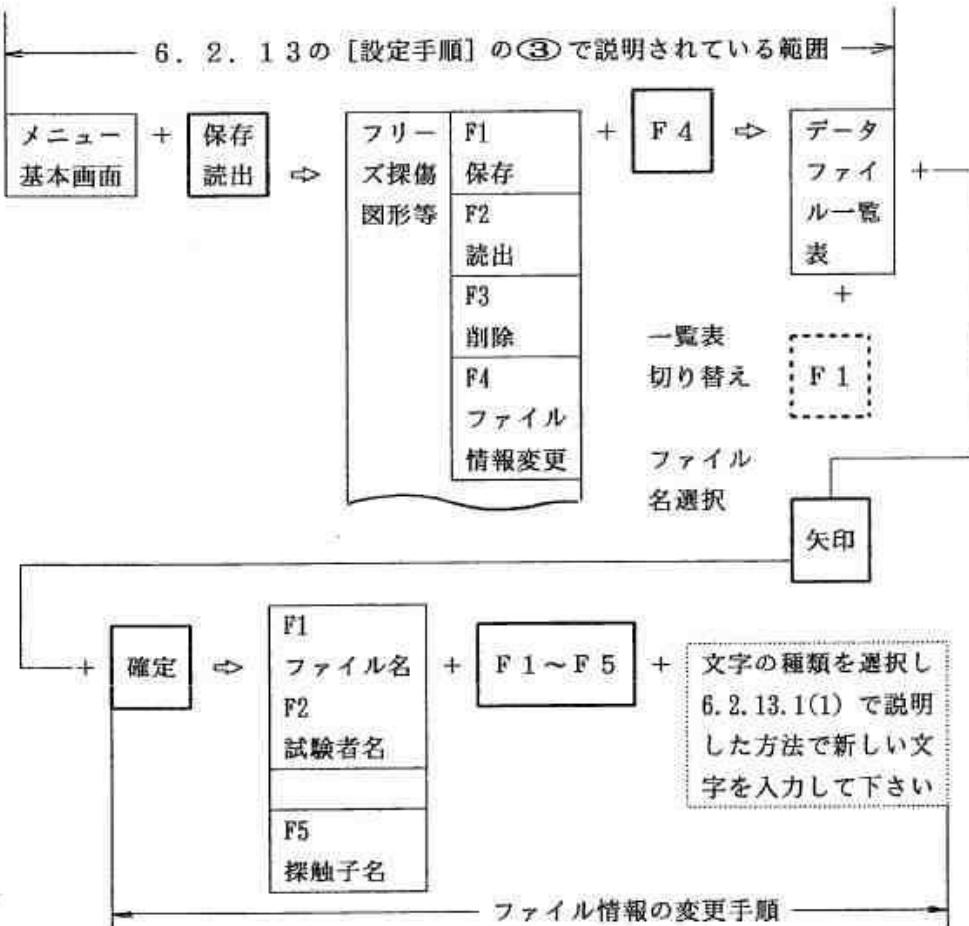

図 6.2.32-11 データファイル情報の変更方法
- ① 6. 2. 13 の [設定手順] の③から説明します。確定キーを1回押します。
- ② 図 6.2.32-11の選択メニューが表示されますから、て選択キー[F 4]を1回押します。ファイル情報を変更したいデータファイル名を矢印キーで選択した後、確定キーを1回押します。